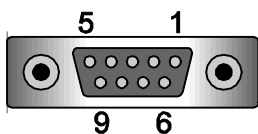

Fig.19
- L'inverter SunEzy è dotato di un'interfaccia RS232 in serie che consente l'accesso ai dati dell'apparecchio utilizzando un PC per mezzo del software SunEzy Control in dotazione. Questo collegamento è accessibile rimuovendo la mascherina RS232 presente sul pannello inferiore dell'apparecchio. Si tratta di una presa DB9 (Fig. 19), i cui pin sono illustrati nella tabella riportata a lato.